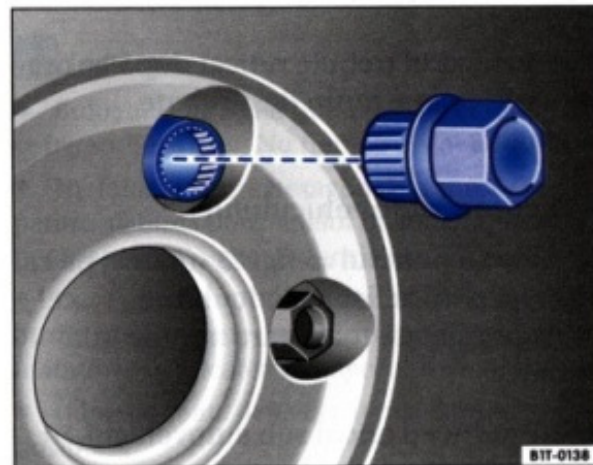

Fig. 24 Înlocuirea roții: Prezoane de roată antifurt și adaptor
- Introduceți adaptorul pe un prezon de roată antifurt ⇒ fig. 24. ▶